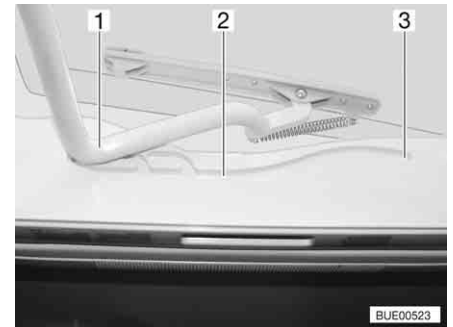

Bild 85 Heki-taklucka, spår
- Dra in bygel (Bild 85,1) i spåret (Bild 85,2) till den bakersta positionen (Bild 85,3).
- Tryck bygel (Bild 85,1) lätt uppåt med båda händerna.
- Drag bygeln till önskad position i spåret (Bild 85,2).